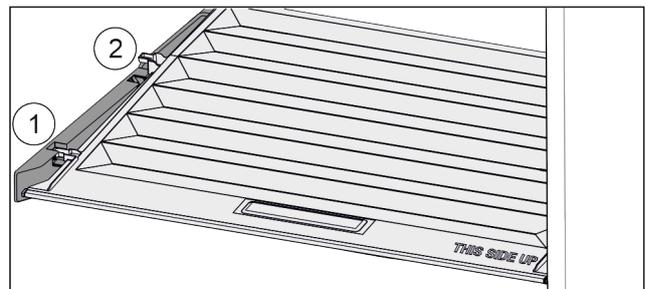

Fig. 27
- ▶ Arrastre hacia adelante Fig. 27 (1) la tapa hasta la abertura en las piezas de soporte.
- ▶ Levántela de la parte trasera desde abajo y quitela Fig. 27 (2) hacia arriba.